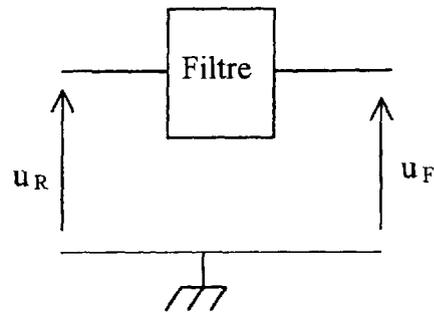

Figure 9
- 4.2 Le filtre actif de la figure 9 a pour rôle de ne laisser passer que la composante continue de  $u_R$ . Il permet donc de ne conserver que l'image de la température  $\theta$ . Indiquer la nature du filtre et l'ordre de grandeur de sa fréquence de coupure.